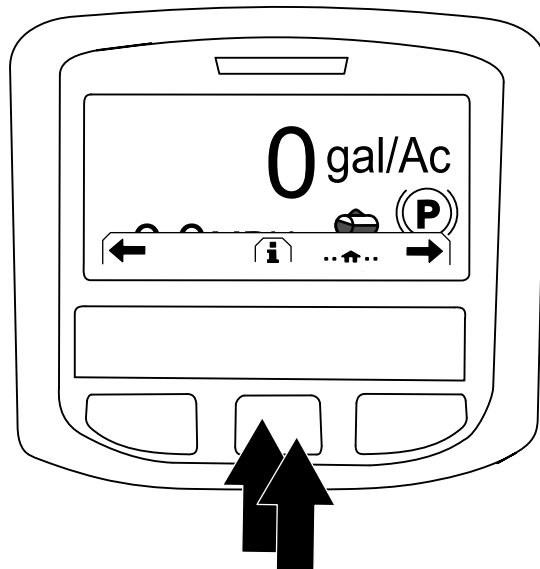

図 227
2. インフォセンターのホーム画面で、中央ボタンを押して、ナビゲーション画面に入る 図 227。
3. 中央ボタンをもう一度押してメインメニューを表示させる 図 227。